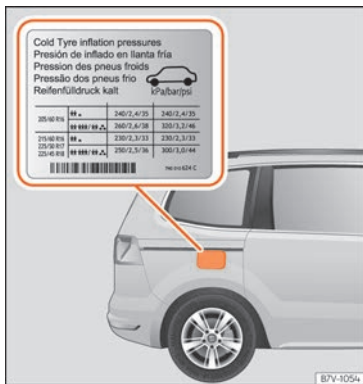

**Fig. 295** Ubicación de la placa con la presión de inflado de los neumáticos.
- Adapte la presión de los neumáticos a la carga que lleva el vehículo » **fig. 295.**
El valor de la presión de inflado de los neumáticos correcto para los neumáticos montados de fábrica figura en un adhesivo y es válido para neumáticos de verano y de invierno. El adhesivo » **fig. 295** se encuentra o bien en el pilar de la puerta del conductor o en la parte interior de la tapa del depósito de combustible.
» **fig. 295.**
- El conductor es responsable de que todos los neumáticos del vehículo estén inflados a la presión correcta. La presión de inflado recomendada viene indicada en un adhesivo »» fig. 295.
- Con los neumáticos en frío, deberá mantenerse siempre la presión indicada en el adhesivo »» fig. 295.